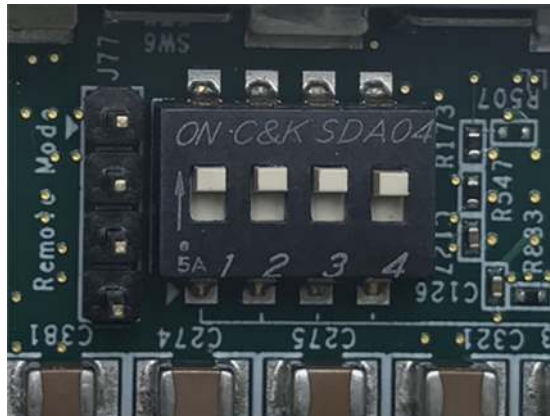

図 2-3: ZCU106 では SW6 を”0000”として JTAG からの PS コンフィグレーションに設定
- (b-1) 図 2-3 に示すように、SW6 を”0000”として JTAG からの PS コンフィグレーション・モードとします